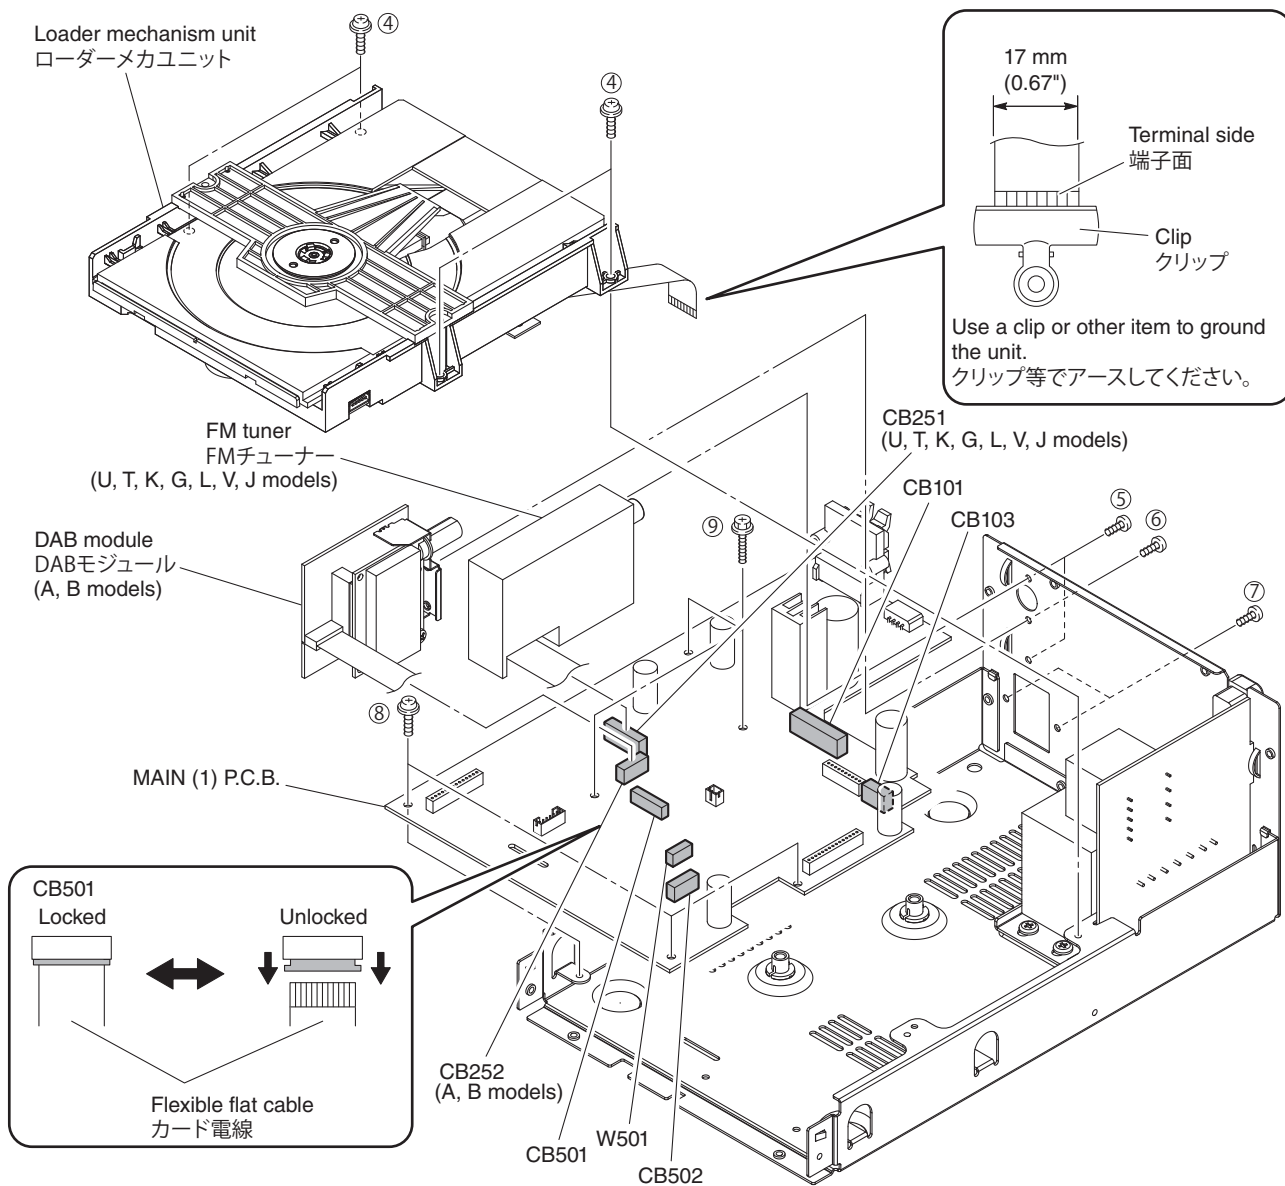

Fig. 2
- Remove 4 screws (④). (Fig. 2)
- Remove CB502 and W501. (Fig. 2)
- Unlock and remove CB4 and ground the terminal side of the flexible flat cable with a clip or the like. (Fig. 2)
- Remove the loader mechanism unit. (Fig. 2)
- Remove 2 screws (⑤). (Fig. 2)
- Remove CB251. (Fig. 2)
- Remove the FM tuner. (Fig. 2)
- Remove 2 screws (⑥). (Fig. 2)
- Remove CB252. (Fig. 2)
- Remove the DAB module. (Fig. 2)
4. Removal of MAIN (1) P.C.B.
- Remove 2 screws (⑦), 3 screws (⑧) and 3 screws (⑨). (Fig. 2)
- Remove CB101 and CB103. (Fig. 2)
- Remove the MAIN (1) P.C.B.. (Fig. 2)
- ④ のネジ 4 本を外します。 (Fig. 2)
- CB502、W501 を外します。 (Fig. 2)
- ロックを解除して CB501 を外し、カード電線の端子面をクリップ等でアースします。 (Fig. 2)
- ローダーメカユニットを取り外します。 (Fig. 2)
- ⑤ のネジ 2 本を外します。 (Fig. 2)
- CB251 を外します。 (Fig. 2)
- FM チューナーを取り外します。 (Fig. 2)
4. MAIN (1) P.C.B. の外し方
- ⑦ のネジ 2 本、⑧ のネジ 3 本、⑨ のネジ 3 本を外します。 (Fig. 2)
- CB101、CB103 を外します。 (Fig. 2)
- MAIN (1) P.C.B. を取り外します。 (Fig. 2)